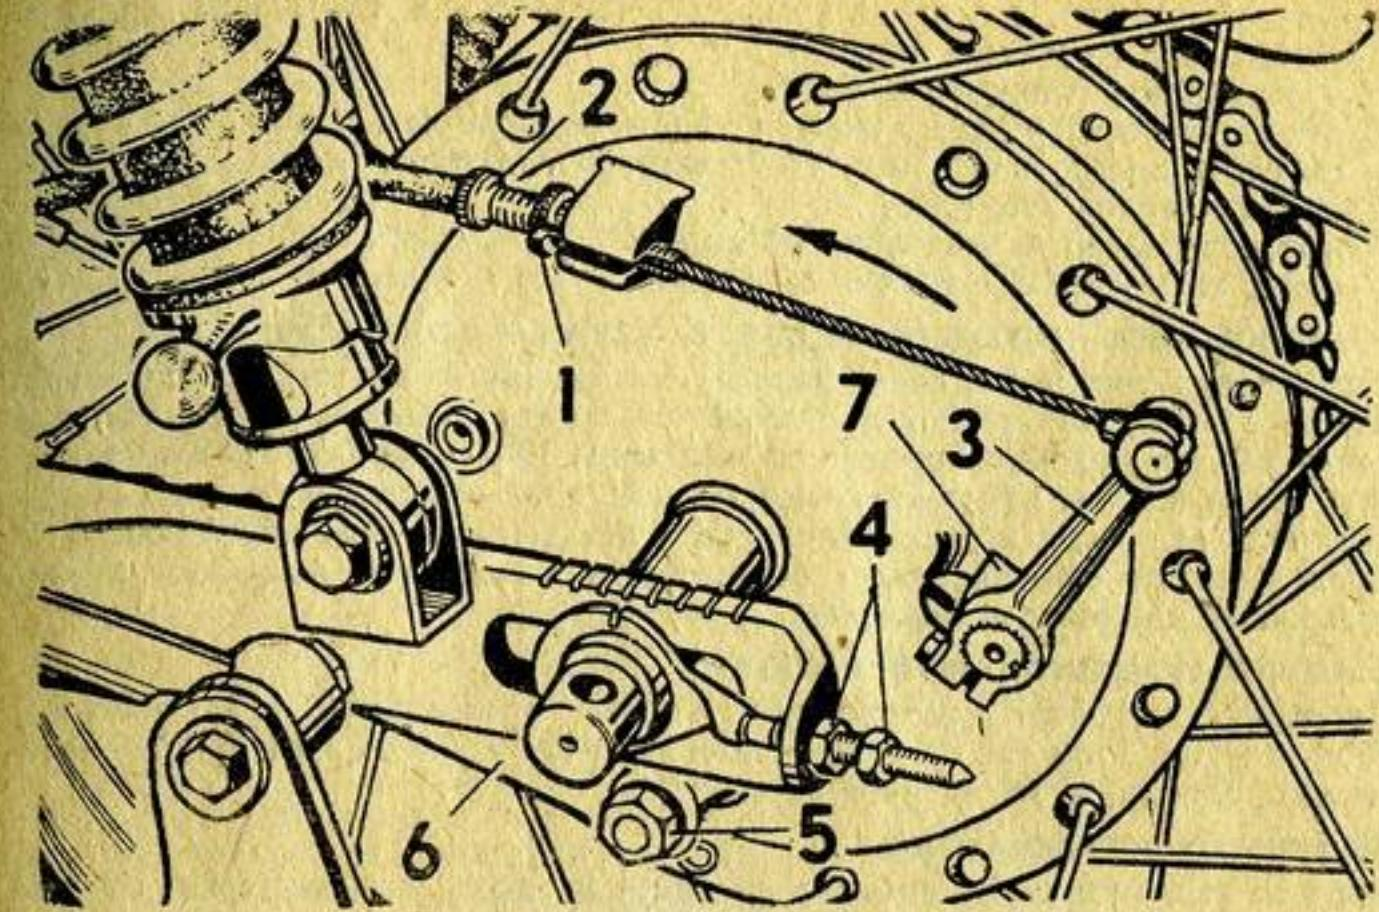
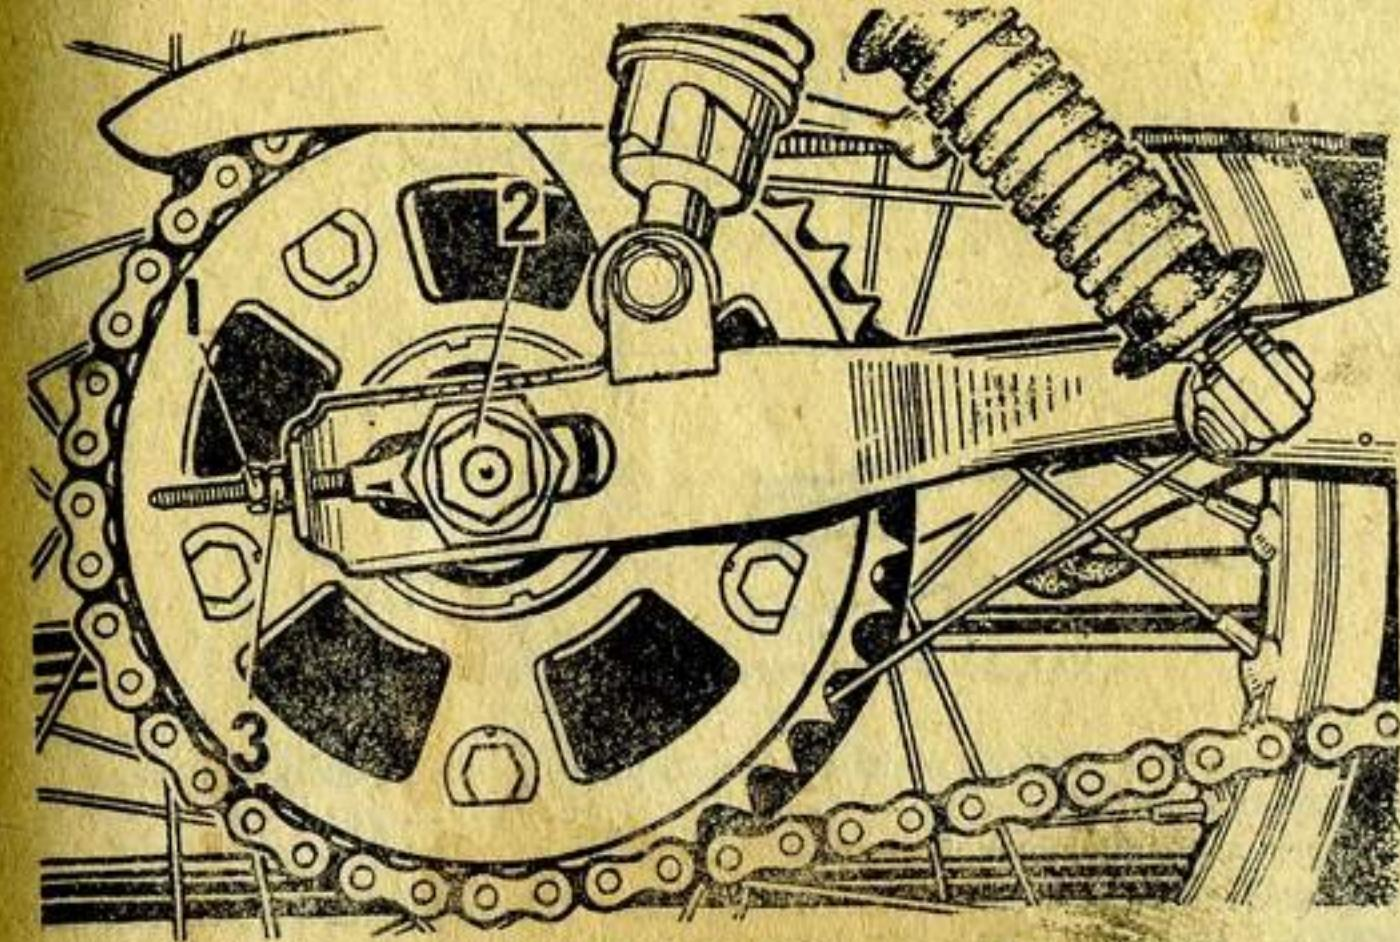

Рис. 15. Снятие заднего колеса и регулировка тормоза заднего колеса
Рис. 16. Цепь привода заднего колеса
Снятие заднего колеса (рис. 15)
Регулировка тормоза заднего колеса (рис. 15)
Цепь привода заднего колеса [рис. 16]
- ослабить гайки 5 (рис. 15) крепления реактивной тяги;
- ослабить гайку 2 и ось колеса (резьба левая) (рис. 16);
- окончательно закрепить ось колеса, гайку 2, контргайки 1 (рис. 16) и гайку 5 (рис. 15) крепления реактивной тяги.